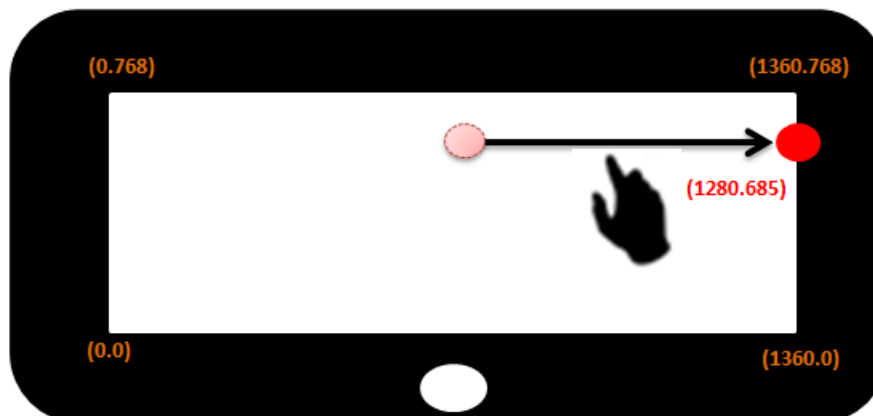

Figure 5-30: 從觸控屏內向水平最終通道邊大面積按壓緣劃線偏差示意圖
- ◆ 下圖 Figure 5-30 示意從觸控屏內向水平最終通道邊緣畫線偏差圖。範例中邊框報點座標並未報到水平最終通道邊緣點。